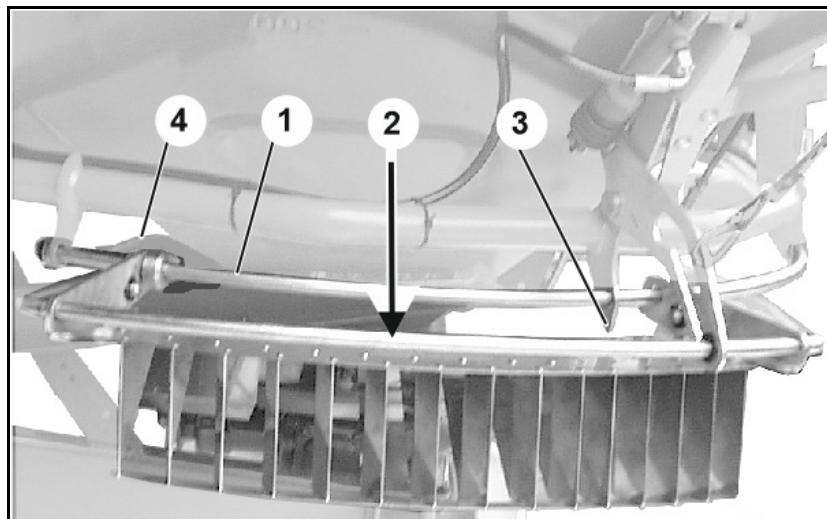

图 76
- 通过将临界撒播罩推移至导向架 (图 76/1) 上进行设置。
- 在撒播表中读取的数值可再次在临界撒播罩 (图 76/2) 上找到。
- 气缸架顶尖用作设定值 (图 76/3) 的指针。
1. 松脱旋转把手 (图 76/4)。